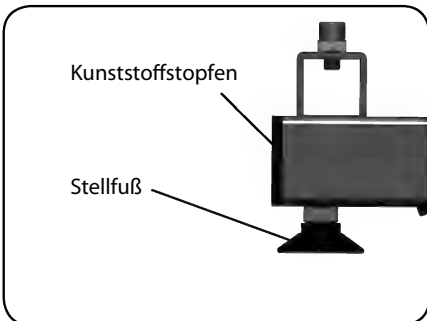

Abb. 6.7.03 - aks-B4c Standard
5. Entfernen Sie die Kunststoffstopfen im Unterrahmen (Abbildung 6.7.03).
6. Drehen Sie die vier Stellfüße aus dem Unterrahmen heraus (Abbildung 6.7.03).